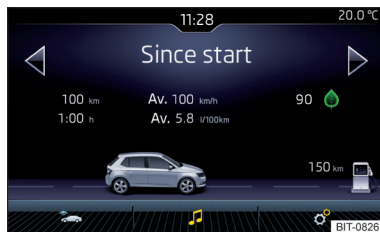

Fig. 205
- › Prin apăsarea tastei , se afișează meniul principal cu suprafețele de comandă funcții următoare » fig. 205.